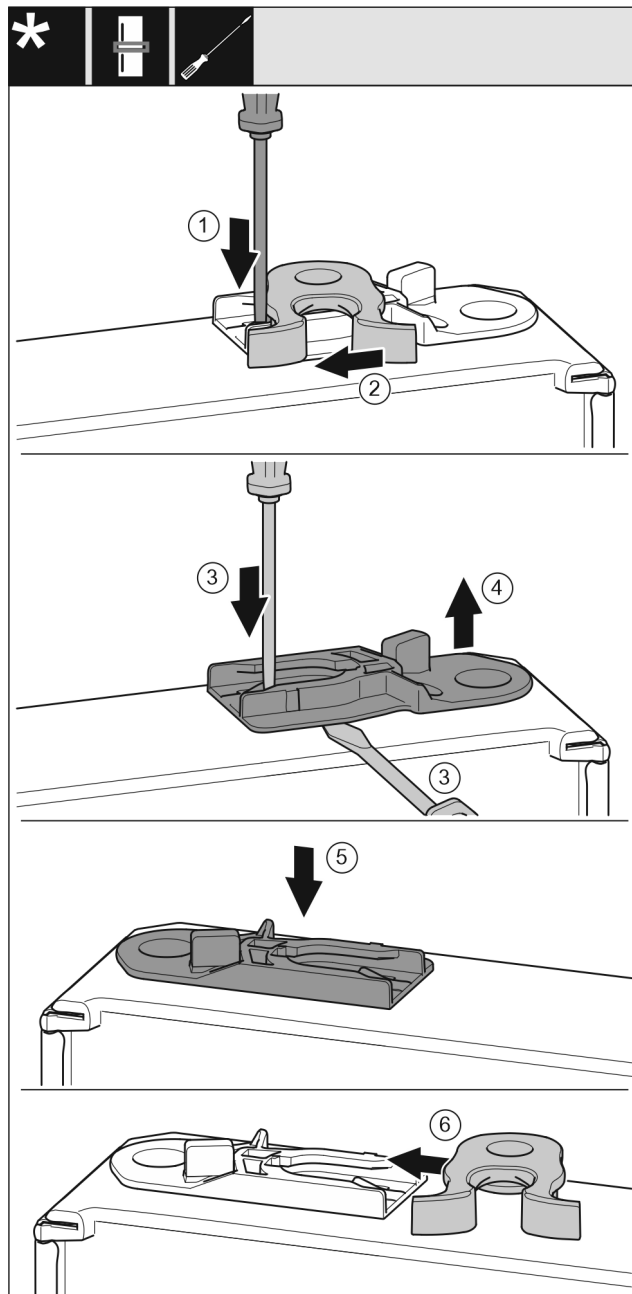

Fig. 16
- ▶ Presionar hacia abajo la lengüeta con el destornillador. Fig. 16 (1)
- ▶ Extraer el gancho de cierre de la guía. Fig. 16 (2)
- ▶ Extraer el casquillo de guía: Presionar la lengüeta con el destornillador para tornillos de cabeza ranurada y, simultáneamente, deslizar con el mismo destornillador por debajo del casquillo de guía. Fig. 16 (3, 4)
- ▶ Introducir el casquillo de guía incluido en el volumen de suministro en el otro lado de la carcasa. Fig. 16 (5)
- ▶ Introducir el gancho de cierre en la guía. Fig. 16 (6)